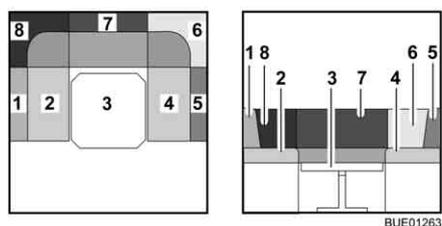

Fig. 76 Durante la transformación
- Quitar los cojines del respaldo (Fig. 76,6, 7 y 8) y ponerlos a un lado.
- Tirar de los cojines del asiento (Fig. 76,2 y 4) hacia el centro de la mesa.